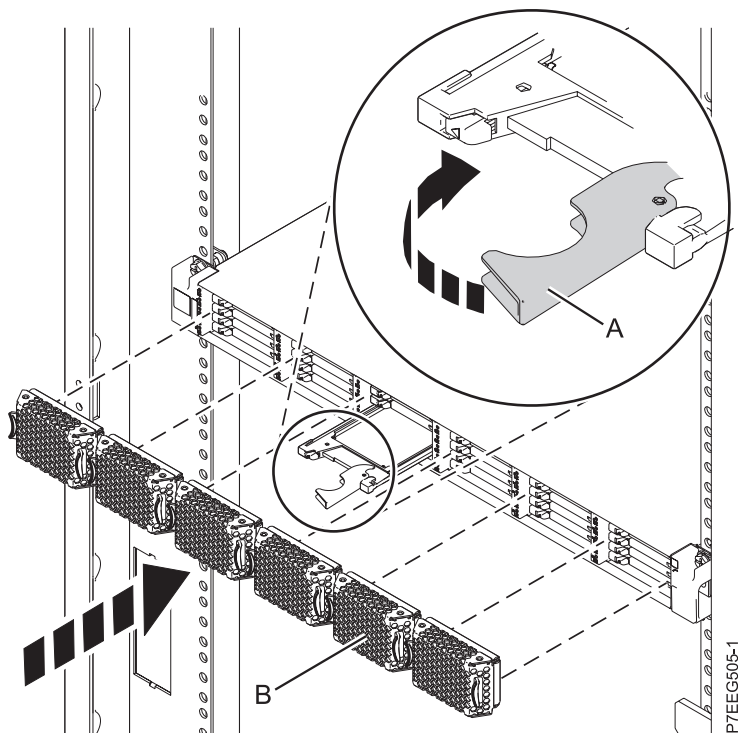

Figura 8. Instal·lació d'una unitat d'estat sòlid a Allotjament d'emmagatzematge PCIe 5888
1. Amb la nansa en posició desbloquejada, alineu la unitat d'estat sòlid amb les guies de l'allotjament. Consulteu Figura 8 a la pàgina 18.